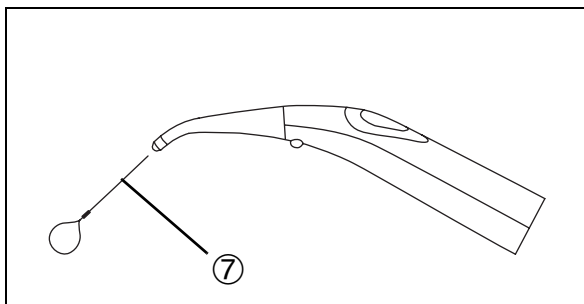

Abb. 16
Beseitigen Sie eine Verstopfung der kleinen Düsen für Wasser und Luft mit dem Reinigungsdraht ⑦ (Abb. 16).